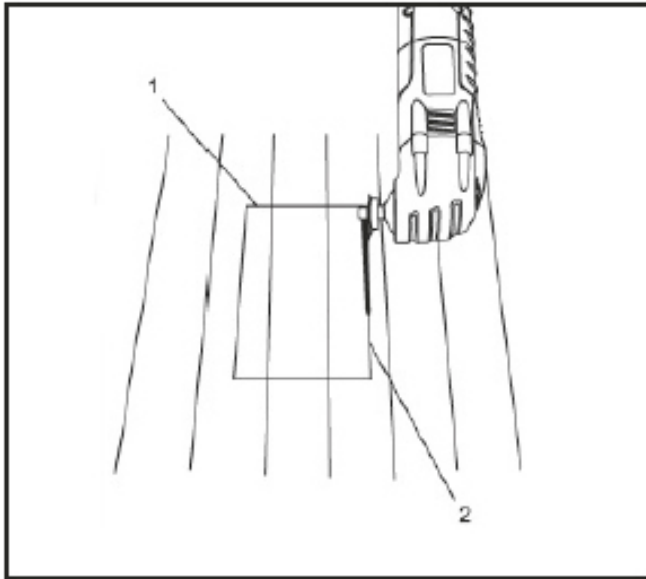

Fig. 8
2. Așezați fanta de încălzire de pe podea și folosiți un creion moale pentru a trasa gaura dreptunghiulară necesară (1) pe podea (fig. 8).